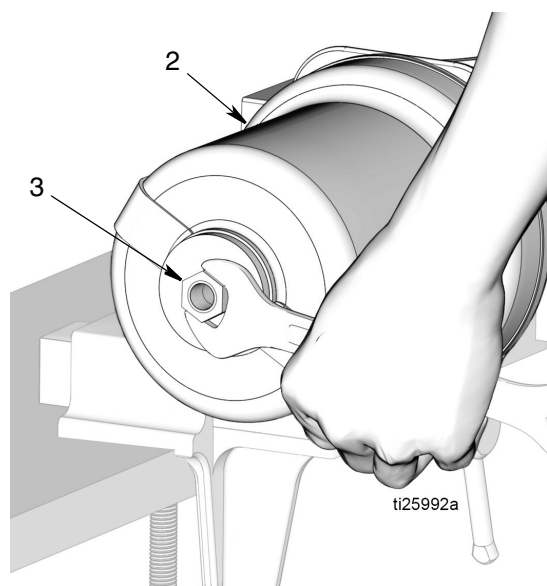

FIG. 55
- e. Avvitare il dado di fermo del pistone (3) nella parte superiore del cilindro pneumatico (2), come mostrato in FIG. 55. Serrare il dado utilizzando una chiave. Serrare il dado a una coppia da 20,3 a 23,1 N•m (15 - 17 ft. lbs).